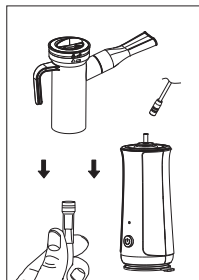

Рисунок 8.
- б) Вставьте штуцер в выходное отверстие основного блока ингалятора, далее присоедините трубку компрессорную к чашке ингалятора, другой ее конец – к штуцеру (Рисунок 8).